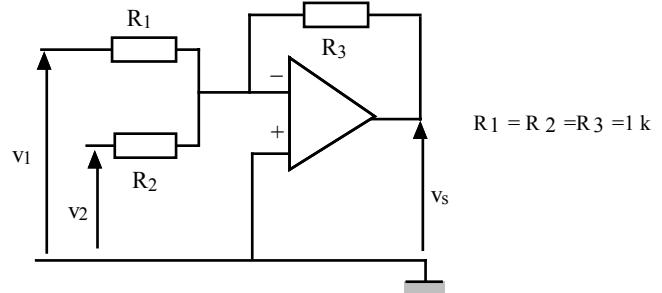

Figure 4
• On réalise le montage de la figure 4. Si les résistances sont identiques, on obtient $V_S = -(V_1 + V_2)$.